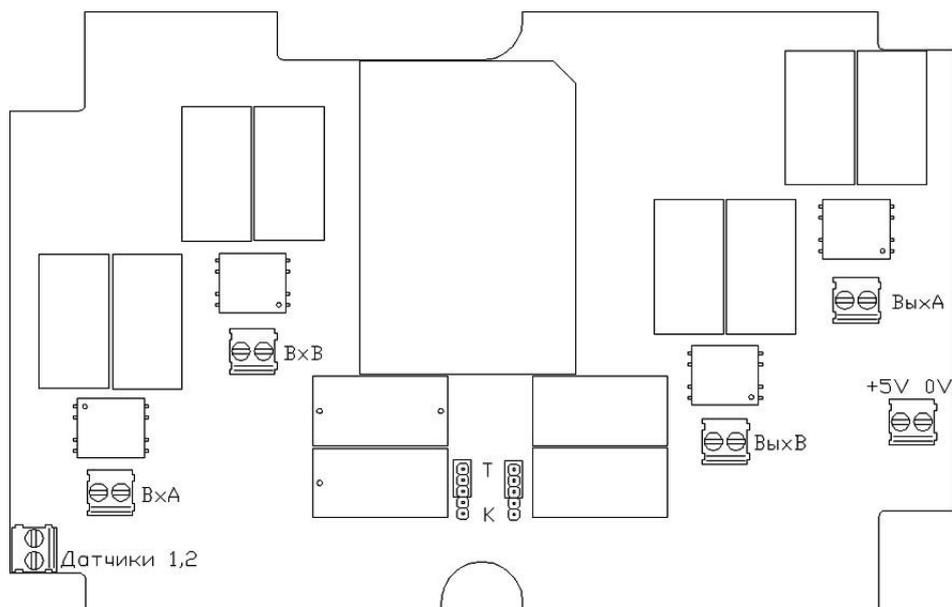
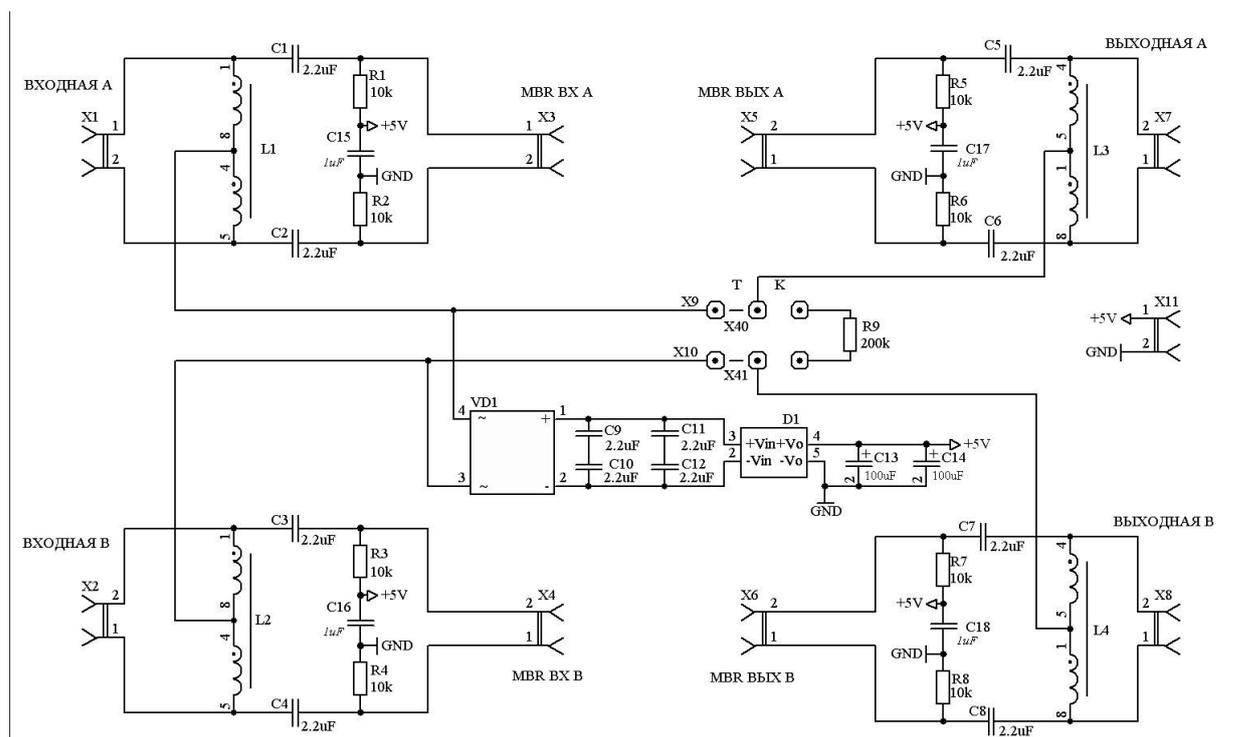

Рис. 3. Плата FR-01.
Рис. 4. Схема платы FR-01.
- плата фильтр–приемника высоковольтного ДП FR–01 (рис.3 и рис.4).